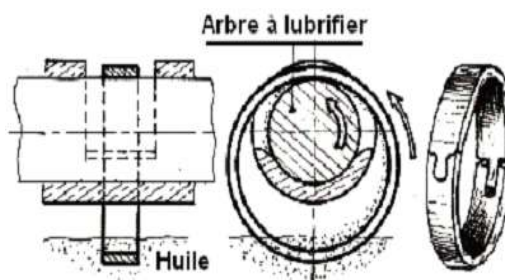

Figure 9
- **Graissage par bague** (Voir la figure 9)